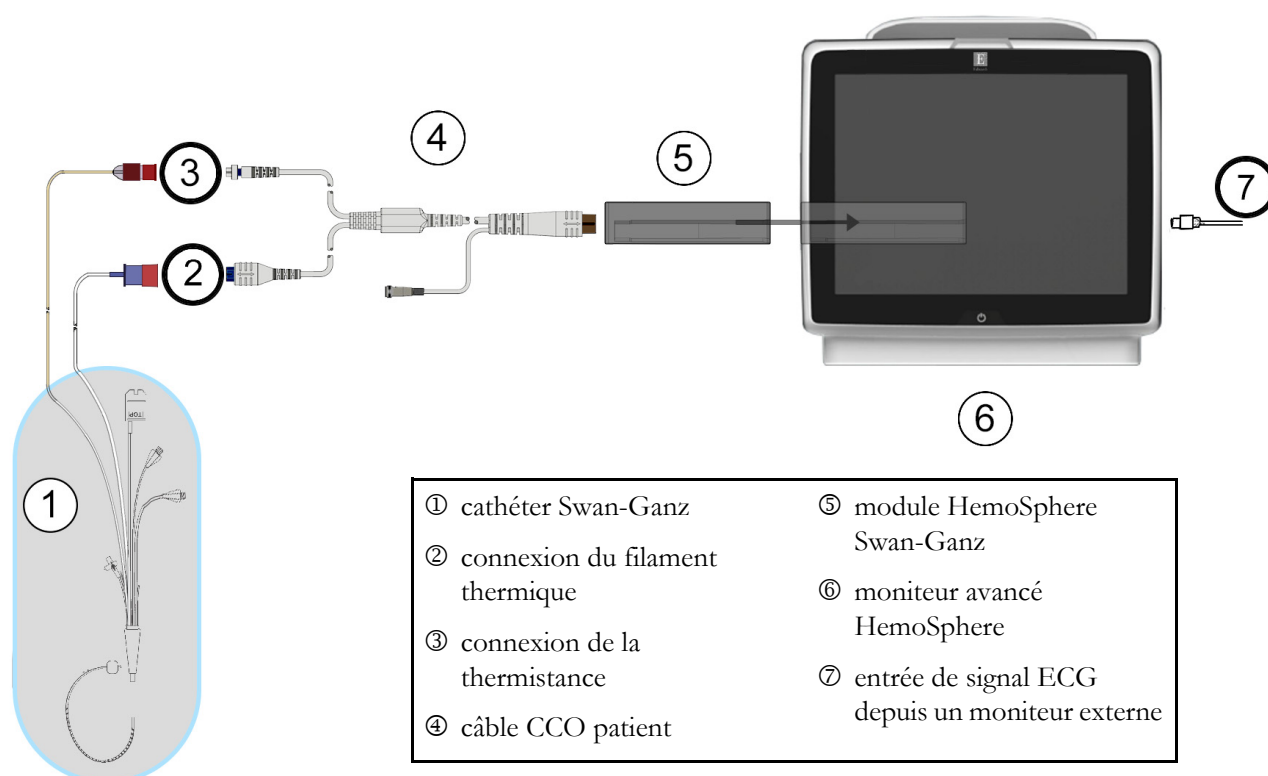

Figure 9-8 Présentation des connexions VTD/FEVD
- 2 Connecter l'extrémité dotée du cathéter du câble patient aux connecteurs de thermistance et de filament thermique sur le cathéter CCombo V Swan-Ganz. Ces connexions sont désignées par les numéros ② et ③ dans la figure 9-8.